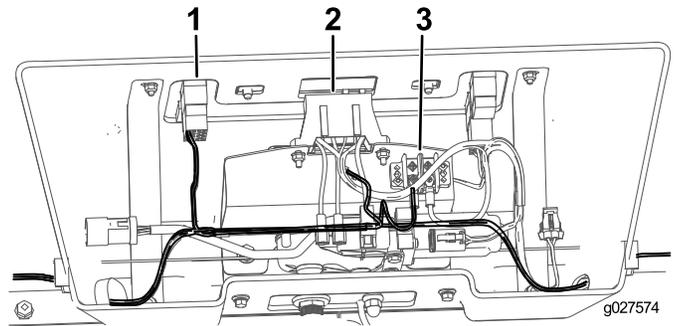

Рисунок 12
3. Присоедините жгут проводки к переключателю, блоку предохранителей и клемме заземления (Рисунок 12).